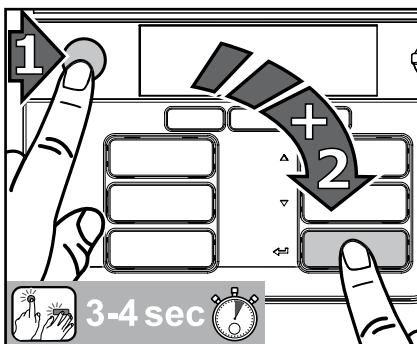

Bild 42
1. Tryck först på STOPP-knappen och sedan på Enter  och håll båda knapparna intryckta samtidigt i 3-4 sekunder för att komma till rengöringsläget (bild 42).